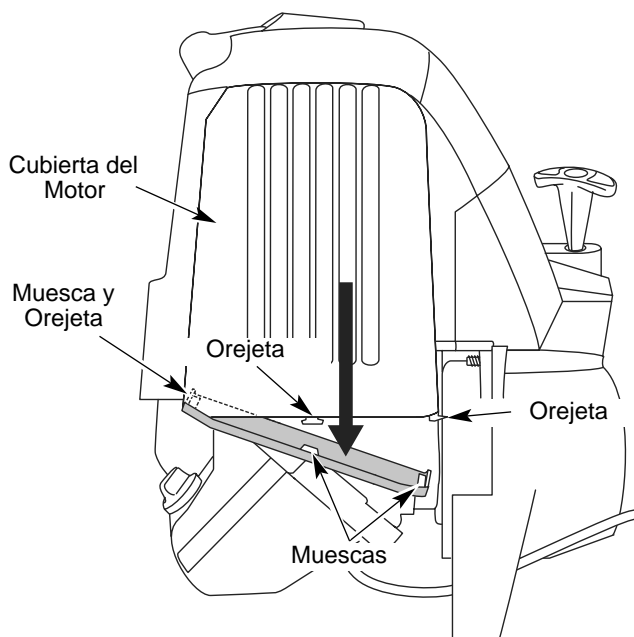

Fig. 62
1. Retire la cubierta del silenciador presionando la esquina con un destornillador de vástago plano (Fig. 62). Deslice las muescas a los lados de la cubierta del silenciador sobre las orejetas de la cubierta del motor y retire.